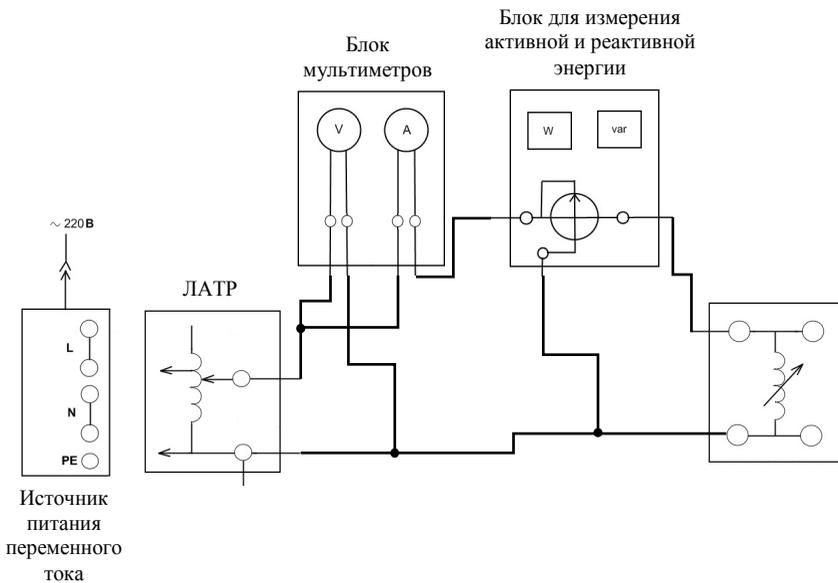

Рис. 2.2. Электрическая схема соединений для измерения сопротивления индуктивности переменному току
2. Определить полное и индуктивное сопротивления катушки, а также её индуктивность L , и ёмкость C . Для этого собрать схему согласно рис. 2.2. Напряжение ЛАТРа установить 40 В. Полученные данные записать в табл. 2.1.